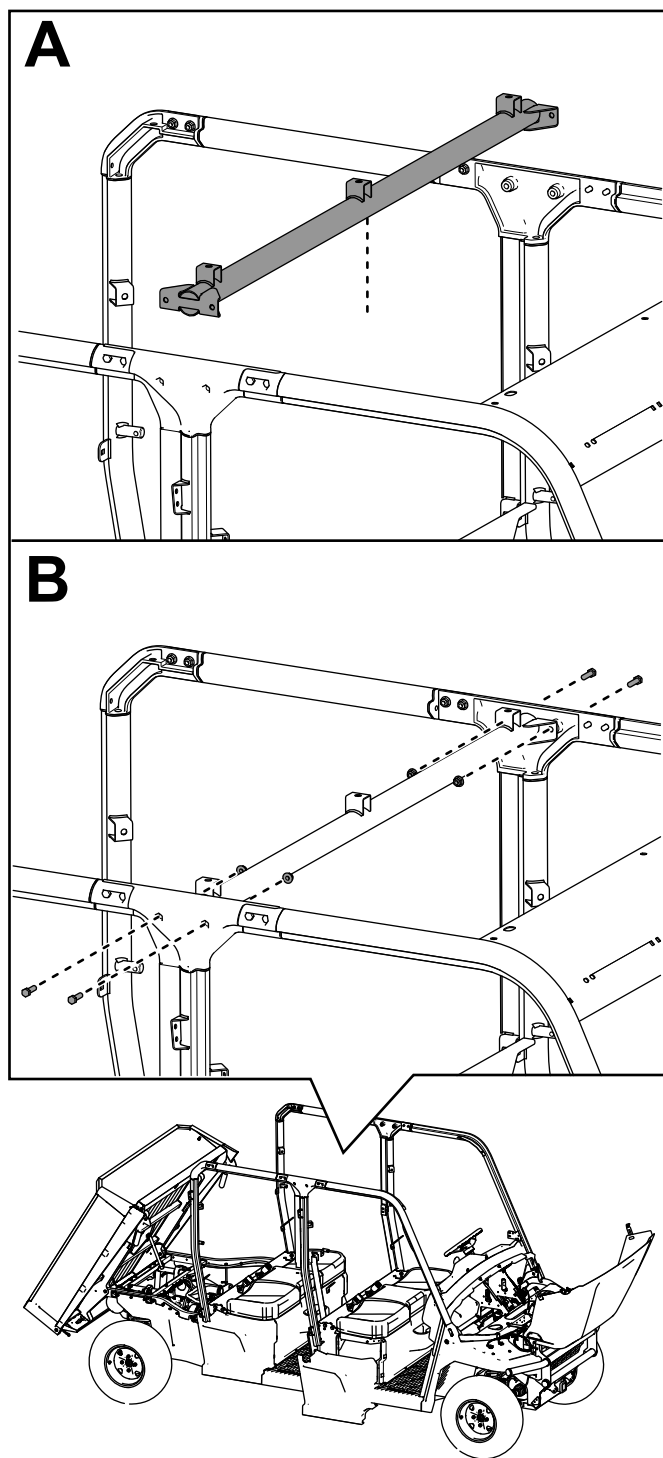

Figure 49
16. Fixez la barre transversale centrale à la barre centrale de l'arceau de sécurité à l'aide de 4 boulons à tête hexagonale ($\frac{3}{8}$ x $1\frac{1}{4}$ po) et 4 contre-écrous ($\frac{3}{8}$ po), comme montré à la Figure 49.